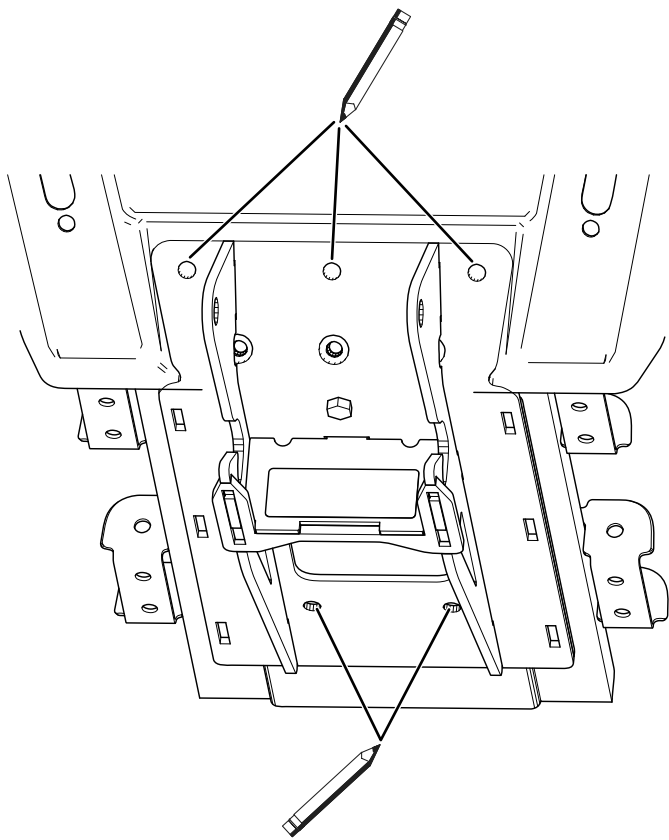

Bild 2
5. Markieren Sie die folgenden Lochpositionen am Fahrzeugrahmen (**Bild 2**):